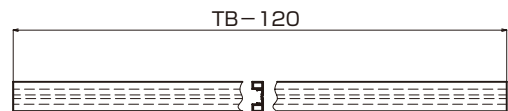

図 2-1-3
(3)中棧サポートプロファイル(㉚または㉛)を (TB-120) mmで切断し (図 2-1-3)、両端から17.5 mm ずつ、その間に最大 250 mm間隔で、径 5.5 の穴を開けてください。